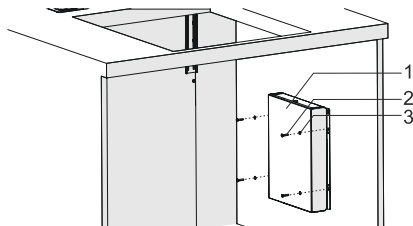

Fig. 17
7. ➔ Montér nu elektronikboksen med 4 x 3,9x22 skruer og brug ski-terne dertil (Fig. 17).